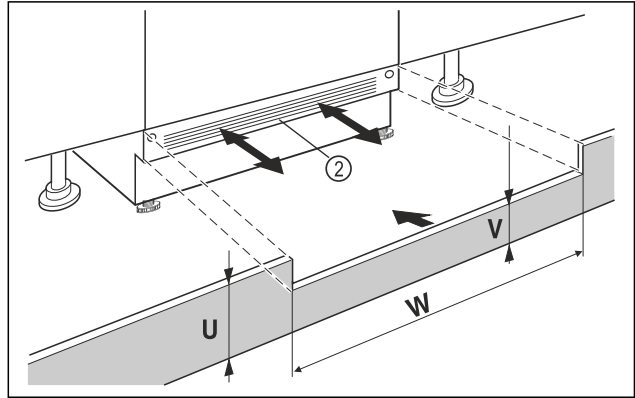

Fig. 39 Shembull ilustrues
- Vendosni kapakun e bazamentit të pajisjes Fig. 39 (2) por mos e fiksoni akoma.
- Kur kapaku i bazamentit është i dukshëm Fig. 39 (2), tërhiqeni atë përpara deri në atë pikë që buza e përparme e rrjetës së ajrimit dhe kapaku i bazamentit të mobilies të jenë në një nivel.
- Kur kapaku i bazamentit është i fshehur Fig. 39 (2), shtyjeni atë plotësisht prapa.
- Sigurohuni që kanalet e ajrimit të jenë plotësisht të lira: Nëse nevojitet, shkurtoni lartësinë e kapakut të bazamentit të mobilies Fig. 39 (U)!
- Përshtatni lartësinë Fig. 39 (V) nën kapakun e bazamentit të pajisjes Fig. 39 (2) përgjatë gjerësisë së dollapit Fig. 39 (W).